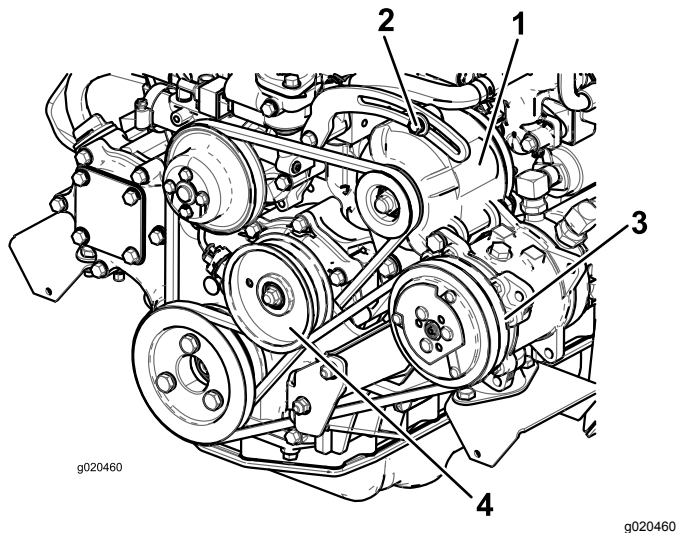

Figura 113
Si la desviación no es de 10 mm, afloje los pernos de montaje del alternador (Figura 113).
Compruebe la condición y la tensión de la correa (Figura 113) cada 100 horas de operación.
2. Si la desviación no es de 10 mm, afloje el perno de montaje de la polea tensora (Figura 113). Aumente o reduzca la tensión de la correa del compresor y apriete el perno. Verifique de nuevo la desviación de la correa para asegurarse de que la tensión es la correcta.